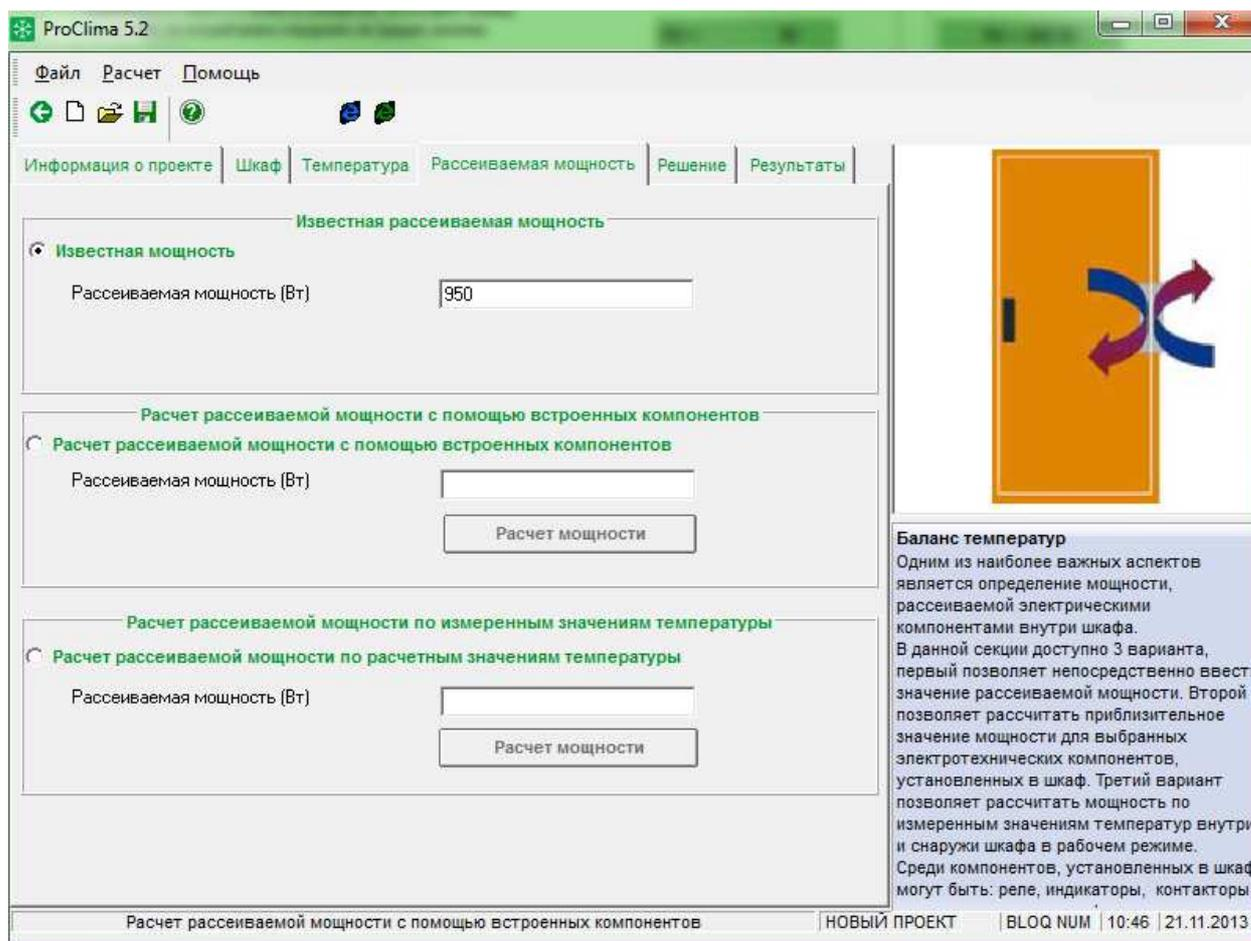

Рис. 15
Если значение мощности известно, выберите вариант **Известная мощность** и введите соответствующее значение в Вт – см. Рис. 15.
- 1) Выберите вариант **Расчет рассеиваемой мощности с помощью встроенных компонентов**, затем нажмите на кнопку **Расчет мощности** – см. Рис. 15. Доступны следующие электротехнические устройства для установки внутри шкафа:
2) Выберите вариант **Расчет рассеиваемой мощности по расчетным значениям температуры**, затем нажмите на кнопку Расчет мощности – см. Рис. 15.